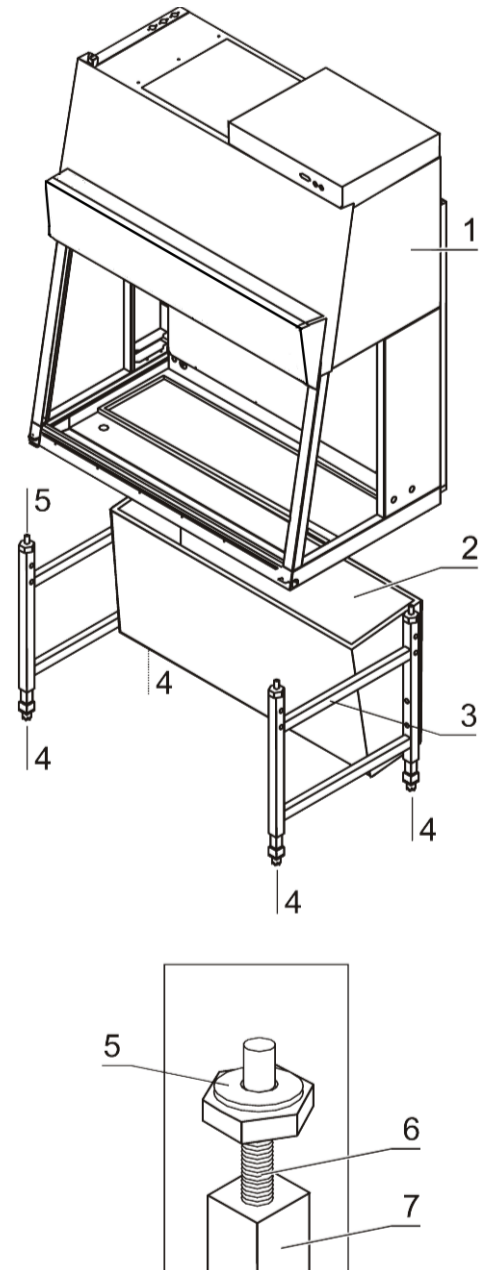

Abb. 10b
**Abb. 10b:** Untergestell [3] und Primärfiltergehäuse [1] bilden eine Einheit. Zur Unterstützung der Montage des Gerätekörpus ist das Untergestell mit einem Hebemechanismus ausgerüstet.